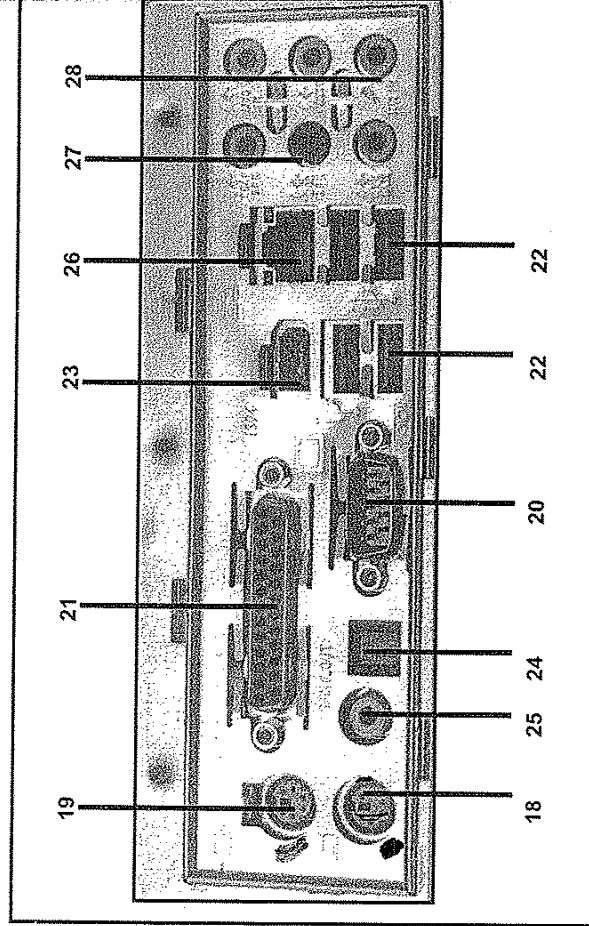

Fig. 2.2. Panel de conectores de una motherboard de última generación.
18. El conector del teclado. Ver la Fig. 2.2.
19. El conector del mouse. Ver la Fig. 2.2.
20. El o los puertos serie. Ver la Fig. 2.2.
21. El puerto paralelo. Ver la Fig. 2.2.
22. Los puertos USB 2.0. Ver la Fig. 2.2.
23. Los puertos IEEE 1394. Ver la Fig. 2.2.
24. Salida de audio S/PDIF óptica. Ver la Fig. 2.2.
25. Salida de audio S/PDIF vía coaxil. Ver la Fig. 2.2.
26. El conector RJ-45 para conexión a una LAN a través de un cable UTP. Ver la Fig. 2.2.
27. Salidas de audio para cinco o seis canales. Ver la Fig. 2.2.
28. Entrada de audio o para el micrófono. Ver la Fig. 2.2.